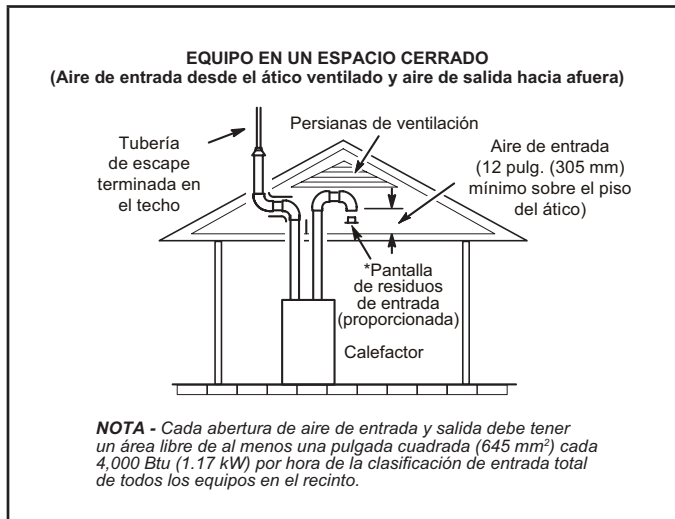
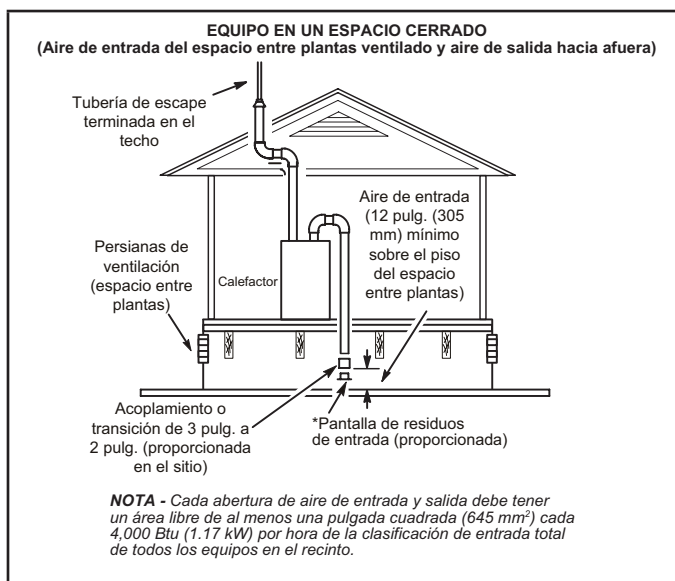

Figura 29
Figura 30
- 2 - Si el aire de entrada se toma de un ático ventilado (Figura 29) o de un espacio entre plantas ventilado (Figura 30), el largo de la ventilación de escape no debe exceder los valores listados en la Tabla 6. Si se utiliza una tubería de 3" de diámetro, redúzcala a una tubería de 2" de diámetro en el punto de terminación para acomodar la pantalla de residuos.